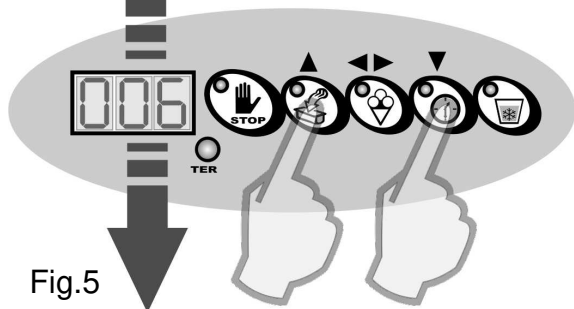

Fig.5
- Les led des touches UP, Confirmation et DOWN s'allument et sur le display, les chiffres se rapportant au paramétrage du temps à configurer exprimé en minutes et compris entre 1 mn et 10 mn s'affiche: Appuyer sur les touches UP et DOWN pour augmenter ou diminuer la valeur. Les temps de travail élevés correspondent aux consistances supérieures, les temps de travail bas correspondent aux consistances inférieures (fig. 5).